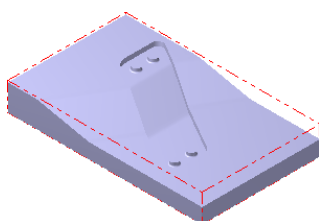

图 14.3 显示工件
Step4. 单击“机器群组属性”对话框中的 按钮，完成工件的设置。此时零件如图 14.3 所示，从图中可以观察到零件的边缘多了红色的双点画线，双点画线围成的图形即为工件。